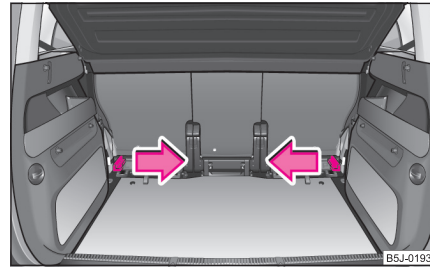

Abb. 9 Gepäckraum: Befestigungskeile herausnehmen
- Fassen Sie den Befestigungskeil ⇒ Abb. 9 und nehmen Sie diesen durch Ziehen in Pfeilrichtung heraus. Beim Ausbauen des Befestigungskeils auf der anderen Seite des Gepäckraums gehen Sie auf gleiche Weise vor.